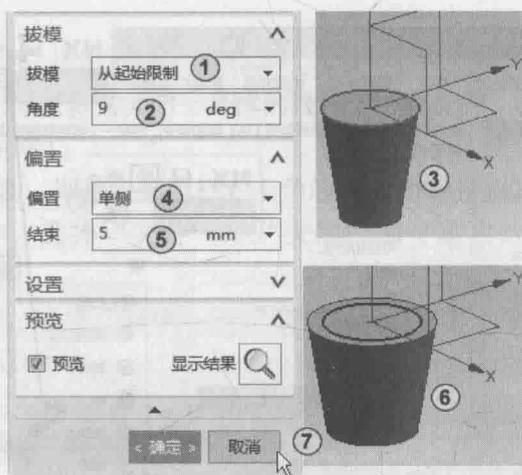

图 1-10 编辑拉伸 2
在“拔模”选项组中输入拔模方式和角度, 如图 1-10 中①~③所示。如果拉伸体需要偏置, 可在“偏置”栏的下拉列表中输入偏置方式和偏置距离, 如图 1-10 中④~⑥所示。单击“取消”按钮, 如图 1-10 中⑦所示。